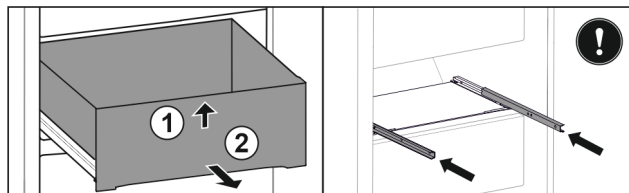

Fig. 48
- ▶ Predal spredaj dvignite. Fig. 48 (1)
- ▶ Predal vzemite ven v smeri naprej. Fig. 48 (2)